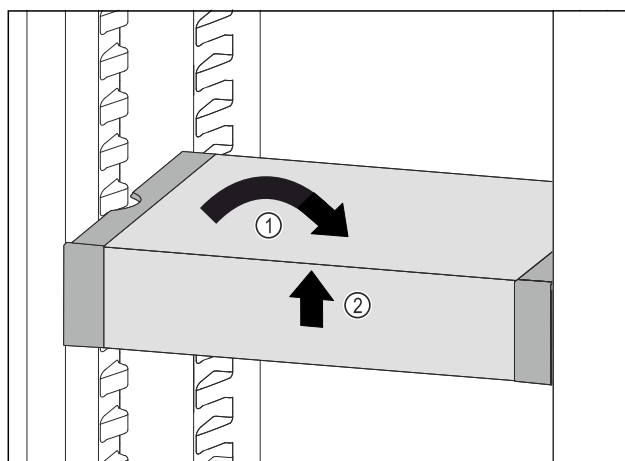

Fig. 134
- ▶ VarioSafe postavte rovně. Fig. 134 (1)
- ▶ VarioSafe vpředu zvedněte. Fig. 134 (2)